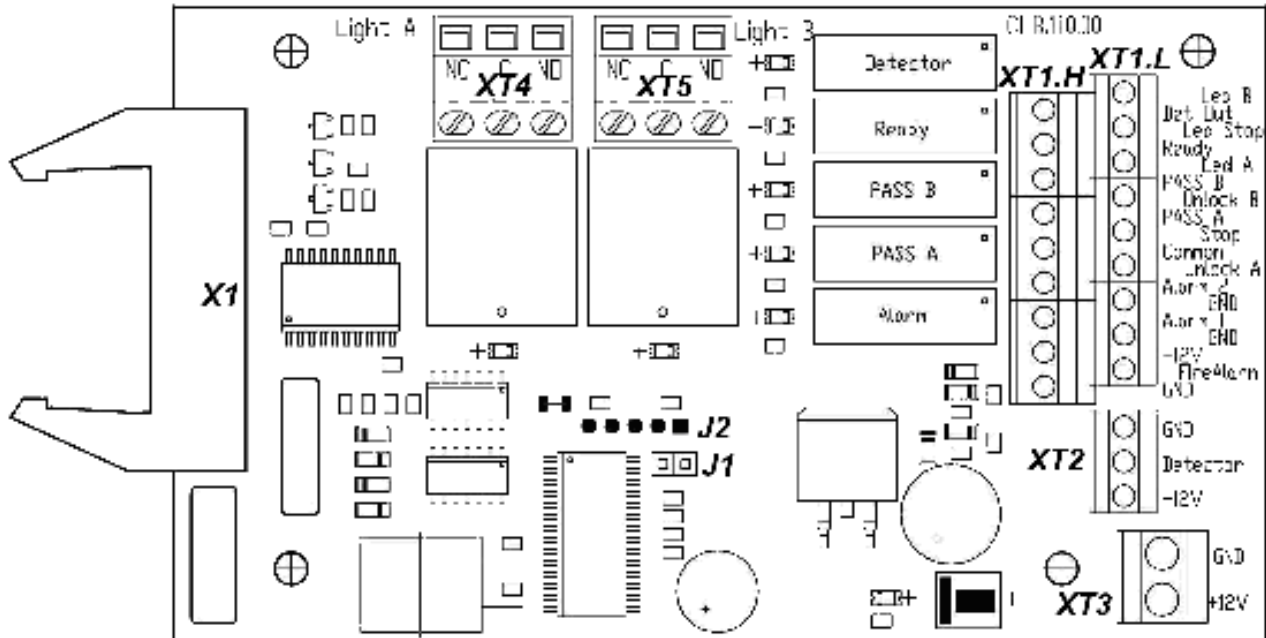

Рисунок 4. Внешний вид платы CLB
ПДУ подключается к плате CLB гибким многожильным кабелем (13) через клеммную колодку **XT1.L** (см. рис. 4).
Внутри стойки под левой внешней стенкой (2) установлена плата управления турникетом CLB. К ней подключаются: ПДУ, выходы контроллера СКУД, устройство РУ, ДКЗП, устройство аварийной разблокировки турникета *Fire Alarm* (далее – *устройство Fire Alarm*). Подключение внешних устройств производится в соответствии со схемой электрических соединений турникета (см. рис. 4 и 13).
На плате CLB (см. рис. 4) расположены:
Выбор режима управления осуществляется снятием / установкой перемычки на разъем **J1** платы управления. Расположение разъема **J1** показано на рис. 4 При поставке перемычка установлена, что соответствует импульсному режиму управления турникетом. Для перехода в потенциальный режим управления снимите перемычку. Изменение режима управления произойдет после включения турникета.
ПДУ подключается гибким многожильным кабелем к контактам *Unlock A*, *Stop*, *Unlock B*, *Led A*, *Led Stop*, *Led B* и *GND* клеммной колодки **ХТ1.Л** платы управления (см. рис. 4 и 13).
Подключение устройства *Fire Alarm* производится к клеммной колодке **XT1.L** платы управления согласно схеме электрических соединений (см. рис. 4 и 13). Если вход *Fire Alarm* не используется, то необходимо установить перемычку между контактами *Fire Alarm* и *GND*. При поставке данная перемычка установлена.
Факт подачи напряжения на обмотку реле можно определить по загоранию соответствующего красного светодиода, установленного на плате управления вблизи соответствующего реле (см. рис. 4).